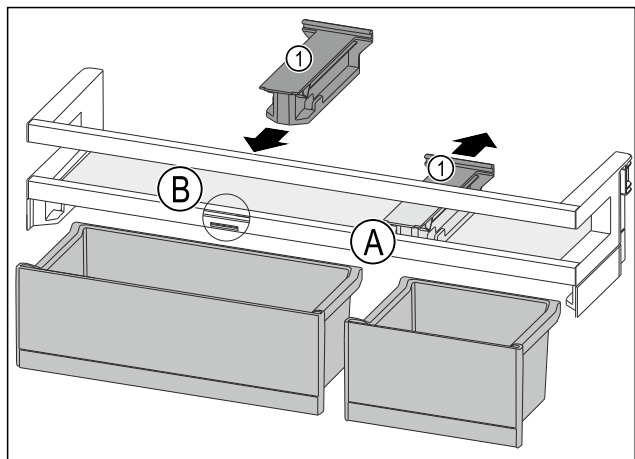

Fig. 116
- ▶ 将定位件 Fig. 116 (1) 向后拉至位置 Fig. 116 (A)。
- ▶ 将定位件 Fig. 116 (1) 插入至位置 Fig. 116 (B)。